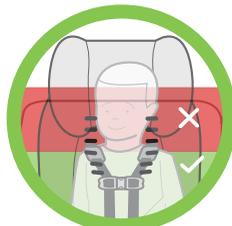

Figure 18
**Orientation vers l'arrière :** Choisissez les fentes des sangles du harnais au même niveau ou juste en dessous – et le plus près possible – des épaules de l'enfant, tel qu'illustré dans la **Figure 18**.